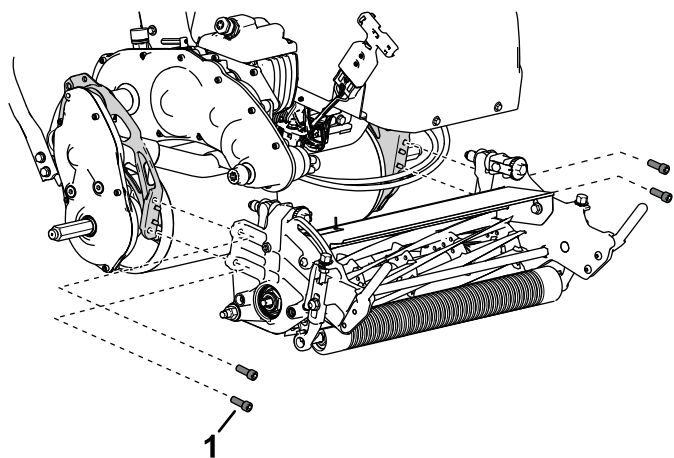

Figura 32
5. Utilice 4 tornillos allen para fijar la unidad de corte en el bastidor (**Figura 32**).